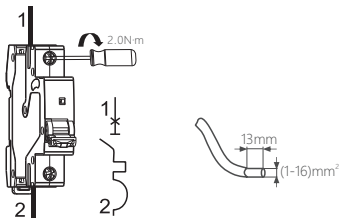

图5 NB1-63DC接线方式
5.4 适用于铜导线连接，导线选择见表1，接线方式及剥线长度示意如图5。